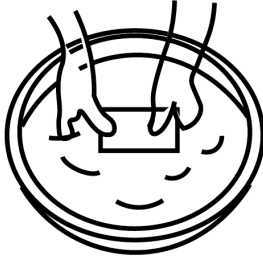

Figure 20
- Lavez soigneusement le filtre dans de l'eau tiède savonneuse, fig. 20.